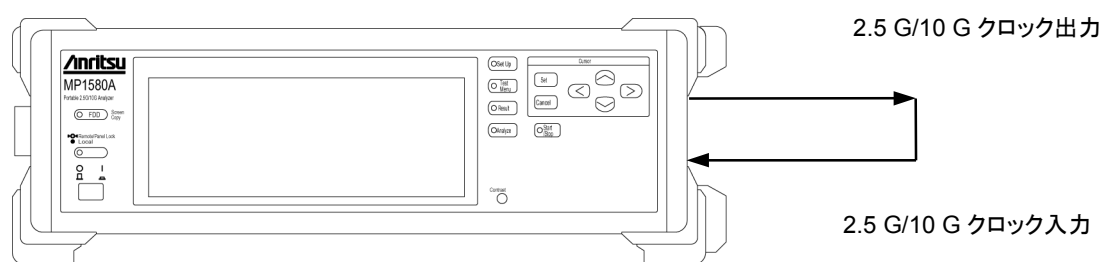

図 9.2 ジッタ測定感度性能試験
- (1) 本器の電源スイッチを、OFF にします。
- (2) 2.5G/10G ジッタユニットを装着します。
- (3) 図 9.2 のようにクロック出力とクロック入力をケーブルで自己折り返しします。
- (4) 接続後、本器の電源スイッチを ON にします。